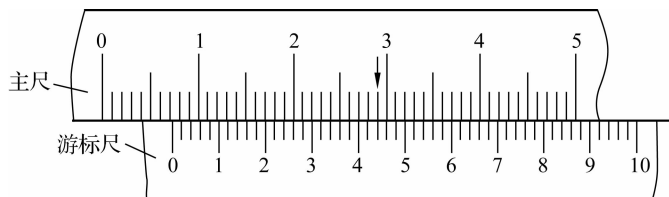

图 1-4 分度值为  $0.02 \text{ mm}$  的游标卡尺读数示例
(1)读整数。在主尺上读出位于游标尺零刻线左边最接近的整数值。如图 1-4 所示,整数部分为  $7 \text{ mm}$ 。
(2)读小数。用游标尺上与主尺刻线对齐的刻线格数,乘以游标卡尺的分度值,读出小数部分。如图 1-4 所示,小数部分为  $22 \times 0.02 \text{ mm}=0.44 \text{ mm}$ 。
(3)求和。将两项读数值相加,即为被测尺寸数值。如图 1-4 所示,被测尺寸数值为  $7 \text{ mm}+0.44 \text{ mm}=7.44 \text{ mm}$ 。